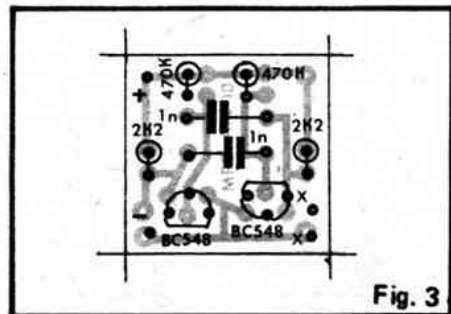

Fig. 3
– **FIG. 3** – "Chapeado" da montagem, com a placa vista pelo lado não cobreado, tendo todos os componentes já posicionados. Observar a posição dos dois transistores (referenciadas pelos seus lados "chatos". Notar que (por razões de compactação) os quatro resistores devem ser montados "em pé". Os pontos "X-X" destinam-se à ligação da cápsula de cristal e os pontos "+" e "-" serão usados para conexão da alimentação e pontas de prova (ver a próxima figura).